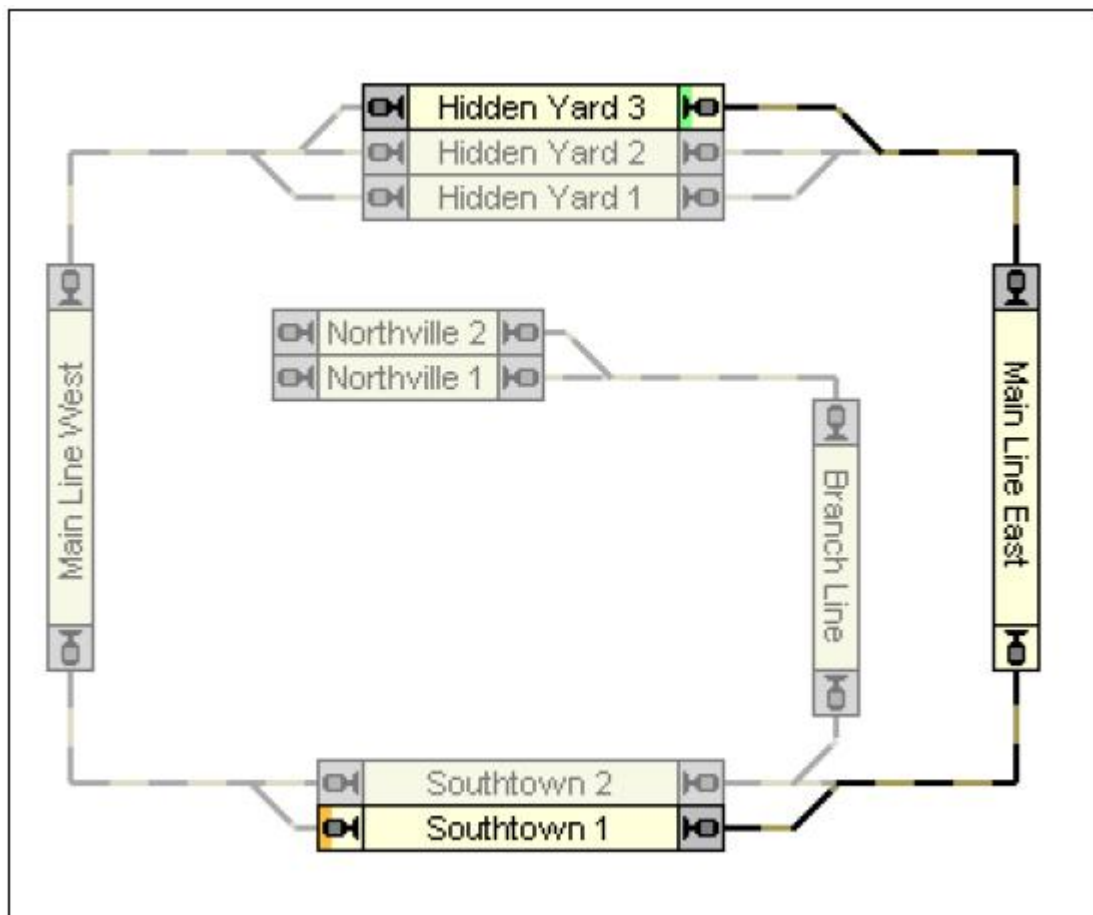

Figure 99 : Diagramme de Schedule
La Figure 99 montre le diagramme d'un Schedule, qui commence à "Hidden Yard 3", passe par "Mainline East" et aboutit à "Southtown 1". Les blocs, les routes et les liens, qui appartiennent à ce Schedule, sont dessinés avec une intensité normale, tandis que les objets,
La direction, dans laquelle les trains passent des blocs en circulant d'un bloc de début à un bloc de destination du Schedule est marqué avec la couleur grise et en surbrillance aux sorties de chaque bloc. Les trains sur ce Schedule passent chaque bloc de la sortie grise à celle en surbrillance. Un train circulant sur le Schedule dans la Figure 99 de “Hidden Yard 3” à “Southtown 1” passera “Main Line East”, par exemple, de la sortie grise en haut à la sortie en surbrillance en bas. Les blocs, où l'on passe dans les deux directions dans le même Schedule, sont affichés avec les deux sorties en surbrillance. Les blocs, qui ne sont pas inclus dans le Schedule ou ne pouvant pas atteindre par un train circulant dans le Schedule, sont affichés avec deux sorties grises. Si un bloc, qui est inclus dans votre Schedule, est affiché avec deux sorties grises, alors aucun chemin n'existe d'un bloc de départ à un bloc de destination touchant ce bloc.
Puisque les blocs de début et de destination sont identiques dans cet exemple, les trains commenceront et aboutiront "Hidden Yard". Dans la figure 99, cependant un train partira dans "Hidden Yard 3" et aboutira "Southtown 1", si le Schedule est lancé dans la direction normale. Le lancement du même Schedule dans le sens opposé engendrera un changement de signification pour ces deux blocs. "Southtown 1" deviendra le bloc de départ et le train aboutira dans "Hidden Yard 3".
- Un bloc sans lien avec un bloc 'suivant' en ce qui concerne la direction de circulation de ce Schedule deviendra automatiquement un bloc de destination (dans la Figure 99, "Southtown 1" est un exemple).